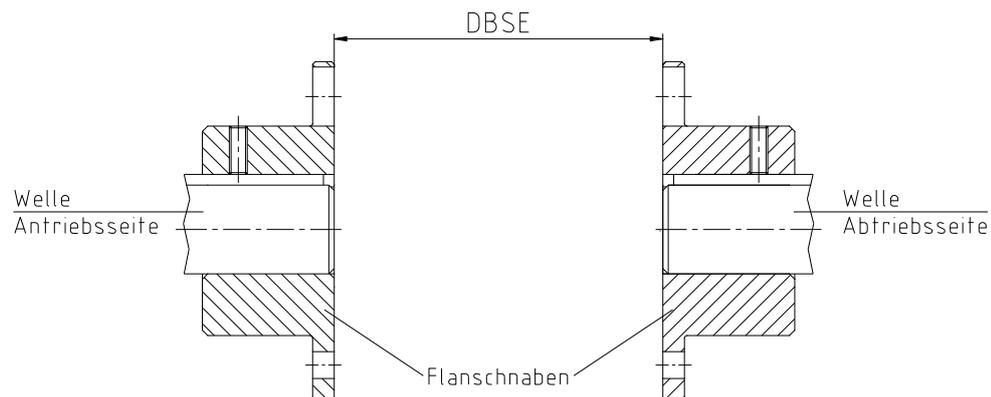

Bild 17: Montage der Flanschnaben
- Montieren Sie die Flanschnaben auf die Welle der An- und Abtriebsseite (siehe Bild 17).
- Die Innenseiten der Flanschnaben müssen bündig mit den Stirnseiten der Wellen abschließen (siehe Bild 17).